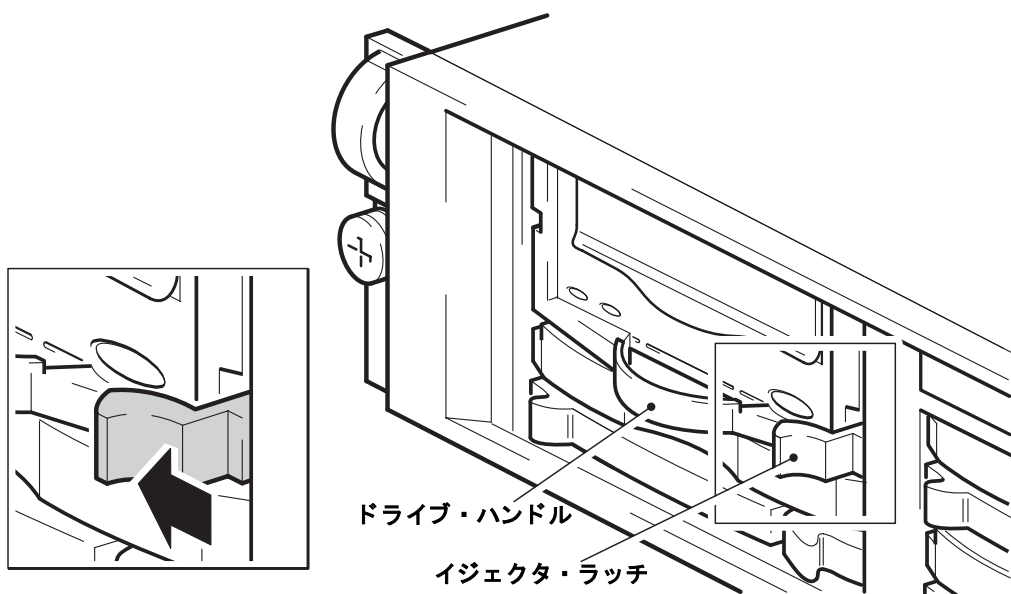

図 5a: イジェクタ・ラッチを手前に引く
- 3 イジェクトのラッチをハンドルに向かって押して、図 5a で示すようにハンドルを引き出します。